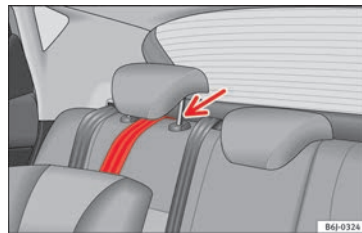

Fig. 27 Correa de sujeción: correcto ajuste y montaje.
- Coloque la correa por debajo del apoyacabezas del asiento posterior » **fig. 27** (levante el apoyacabezas si es necesario).